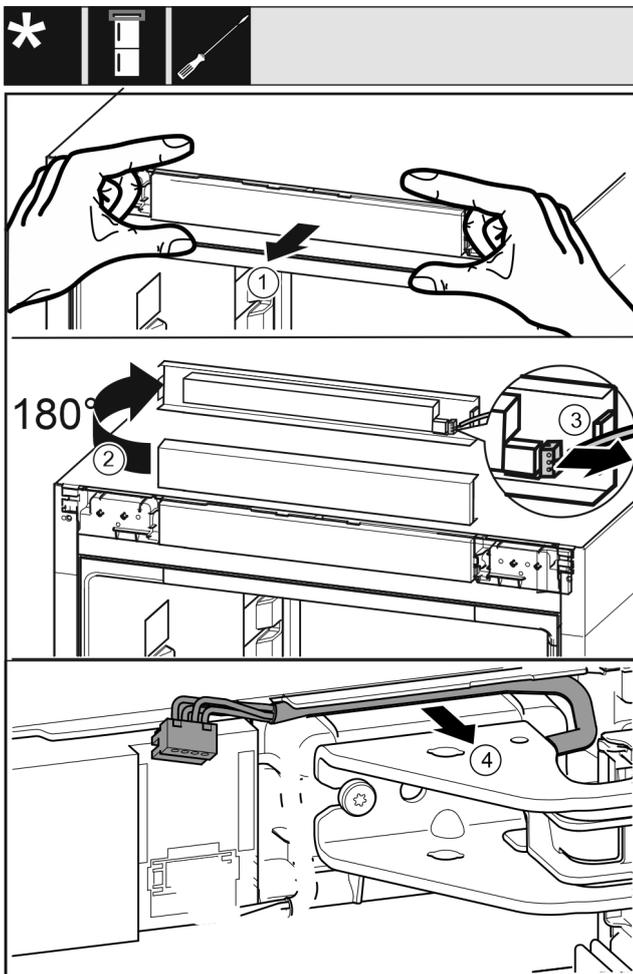

Fig. 17
- ▶ Bedienblende des Geräts vorsichtig nach vorne lösen. Fig. 17 (1)
- ▶ Bedienblende nach oben um 180° drehen. Fig. 17 (2)
- ▶ Die Rastnase nach hinten drücken und den Stecker vorsichtig herausziehen. Fig. 17 (3)
- ▶ Kabel über Lagerbock vorsichtig aus der Führung lösen. Fig. 17 (4)